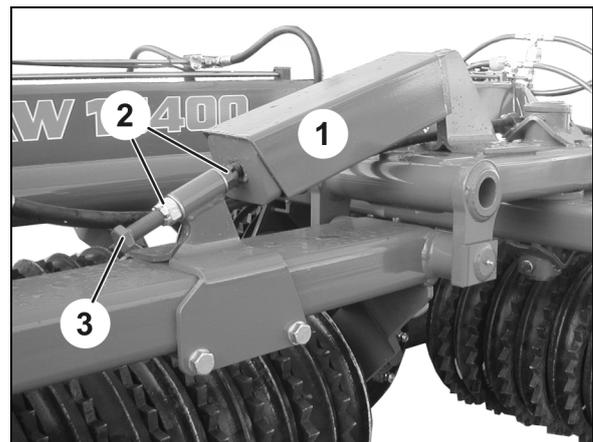

Fig. 22
- Stützfuß abgesenkt bei abgekuppelter Maschine (Fig. 22/1).
Stützfuß (Fig. 22/1) anheben / absenken:
1. Federstecker (Fig. 22/3) lösen.
2. Bolzen (Fig. 22/2) herausziehen.